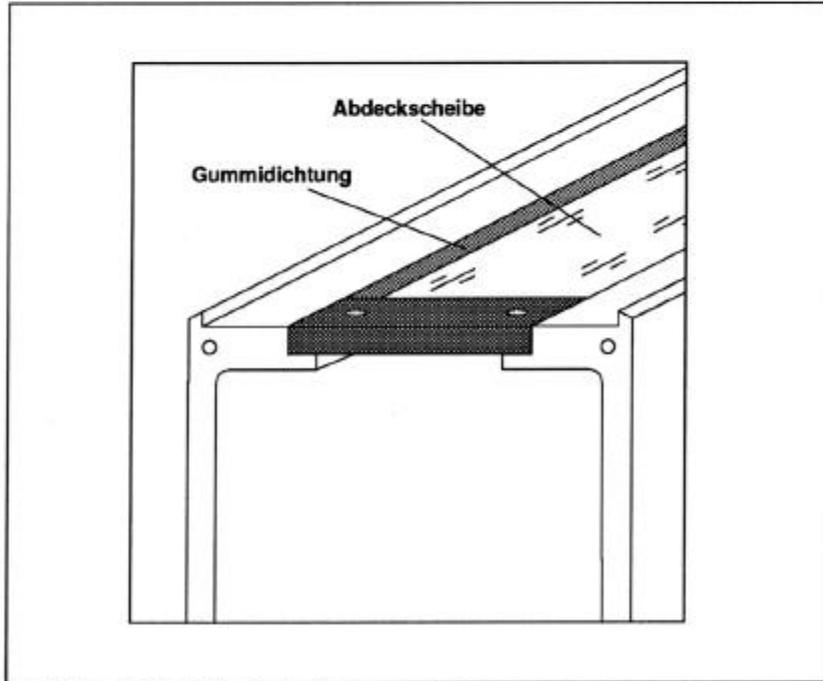

Abbildung 12-2 Abdeckscheibe auwecheln
3. Neue Scheibe einsetzen (Abbildung 12-2).